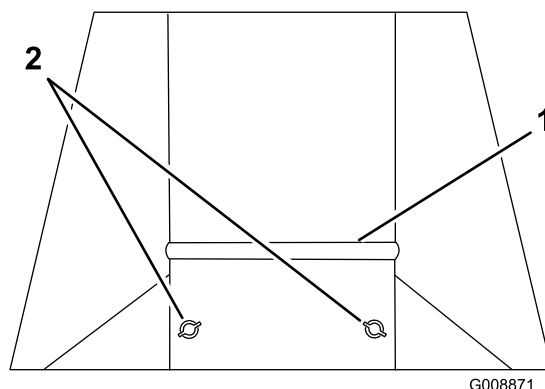

Figure 8
2. Desserrez les 2 écrous sur la plaque ; remontez la plaque si l'herbe est courte et sèche ou abaissez-la si l'herbe est haute et humide (Figure 8).